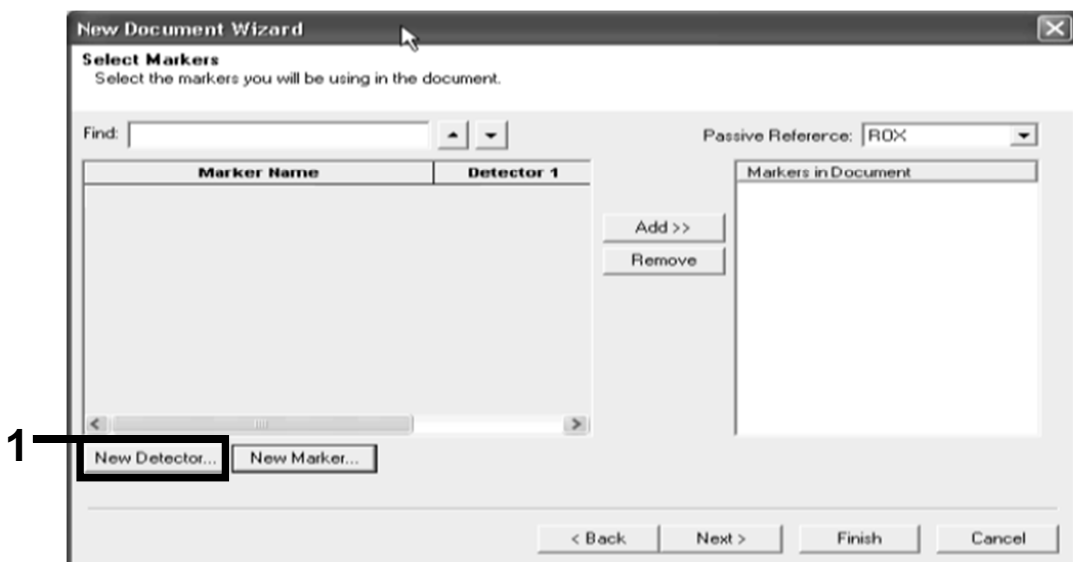

Ilustración 14. El panel “Markers in Document” (Marcadores del documento) no contiene un marcador adecuado para la aplicación.
15. Para crear detectores y marcadores, proceda como se indica a continuación. Haga clic en “New Detector” (Nuevo detector) (ilustración 14).
18. Haga clic en "New Marker" (Nuevo marcador) en el cuadro de diálogo "Select Markers" (Seleccionar marcadores) (consulte la ilustración 14).